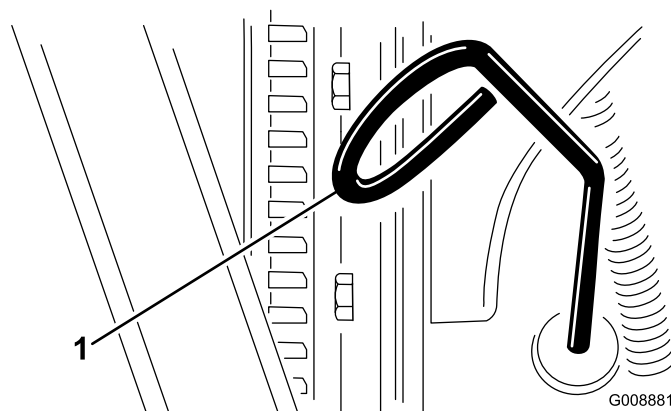

Figura 26
3. Togliete l'asta di livello, asciugatela e reinseritela (Figura 26).